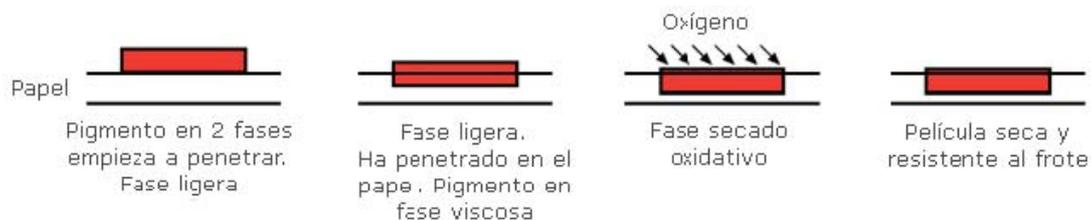

Fig. 14: proceso de secado de tintas por filtración selectiva.
- **Filtración selectiva.** La capa de tinta se deposita sobre el papel y, posteriormente, empieza la absorción de aceites minerales. La tinta se hace más viscosa y se produce la oxidación de los aceites vegetales y resinas (fig. 14).